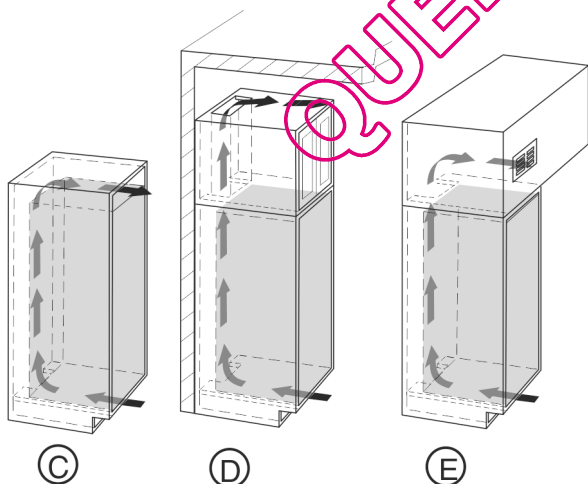

Fig. 4
- L'espace de ventilation du dessus peut être réalisé directement au-dessus de l'appareil avec une grille de ventilation disponible en option (Fig. 4 (C)), au-dessus du placard (Fig. 4 (D)) à proximité du plafond ou comme bouche de sortie d'air dans un faux plafond (Fig. 4 (E)).